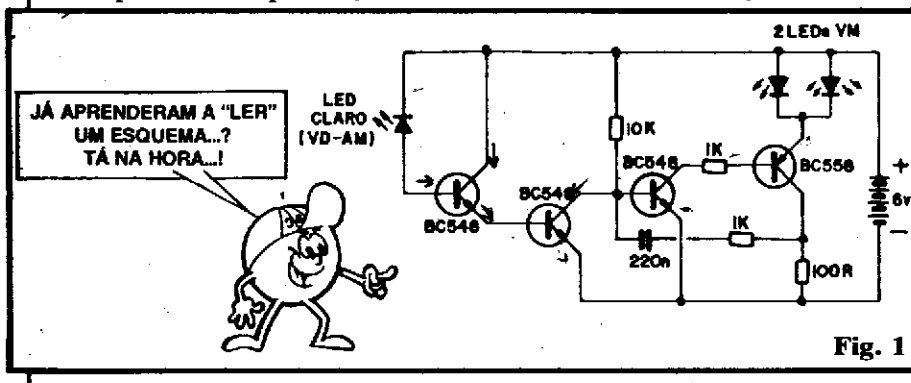

Fig. 1
- FIG. 1 - Diagrama esquemático do VAGALUME AUTOMÁTICO. Num "esquema" os componentes (e suas interligações...) estão representados pelos respectivos símbolos. Nas "Lições" do ABC, cada vez que determinado componente é explicado, em seus
- FIG. 2 - Componentes principais do circuito, vistos em aparência, símbolo e identificação de terminais (quando for o caso...). Através da comparação cuidadosa dos dados visuais da fig. 2 com o diagrama da fig. 1, o Leitor/Aluno poderá "destrinchar" facilmente "o quê é o quê e onde está ligado", cada componente e terminal... Esse é um exercício constante de toda e qualquer pessoa que lida com Eletrônica, seja um Estudante, seja um Técnico ou Engenheiro! Surgem componentes e modelos novos de peças praticamente a cada dia, e assim cons-